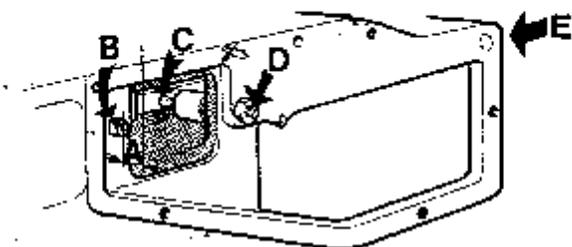

Abb. 42 Messung des Regelstangenweges, MD3B
2. Den Abstand zwischen der Anliegefläche und der Regelstange messen, wobei die Stange in Höchstlage stehen soll. **Achtung!** Die Kaltstartvorrichtung darf bei der Messung nicht eingeschaltet sein. Damit das richtige Maß bei MD3B erhalten wird, muß zuerst Druckluft (etwa 1 kp/cm2) am Anschluß E angeschlossen werden, siehe Abb. 42.
3. Der Unterschied zwischen den beiden gemessenen Werten soll für MD1B:  $9,1 \pm 0,1$  mm, MD2B:  $8,8 \pm 0,1$  mm und MD3B:  $8,2 \pm 0,1$  mm betragen. Den Regelstangenweg wenn erforderlich durch Verstellen der Stellschraube (D Abb. 42) einstellen.